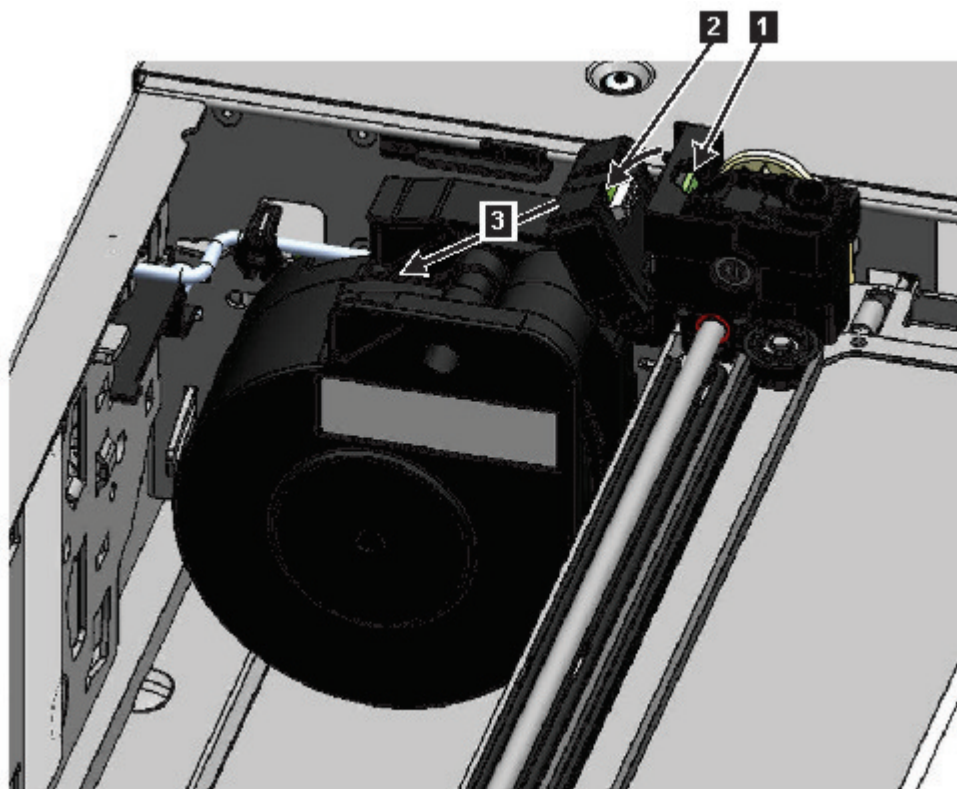

Figure 74. Déverrouillage du câble d'enroulement et placement dans son support
7. Sur le dessus du manipulateur où le câble d'enroulement est fixé, abaissez le loquet (**1** dans la Figure 74), puis inclinez la pièce qui maintient le câble d'enroulement (**2**).
8. Soulevez le câble d'enroulement du manipulateur et placez-le dans son support au-dessus du mécanisme d'enroulement (**3** dans la Figure 74).